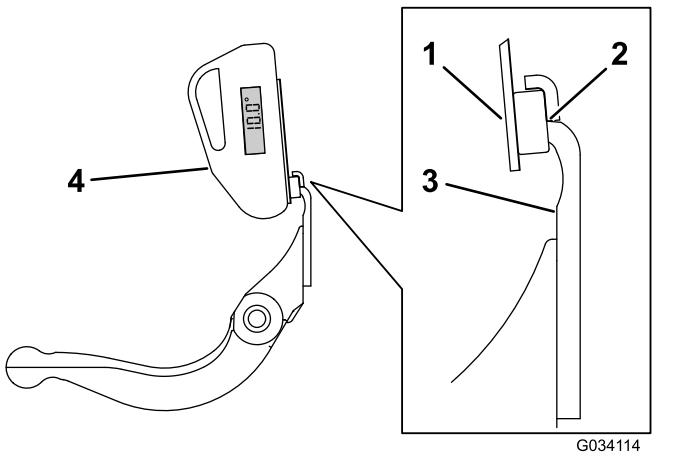

Bild 31
3. Legen Sie die Neigungsmesserbefestigung an die Kante des Untermessers, sodass die Kante des Magnets bündig mit der Kante des Untermessers ist (Bild 31).
4. Legen Sie den Neigungsmesser auf die Befestigung, wie in Bild 31 abgebildet.